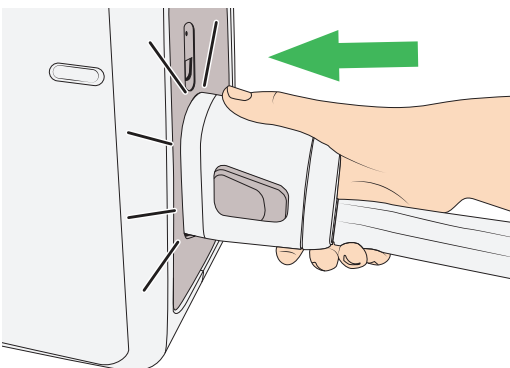

図 36
3. チューブセットを Auralis ポンプに接続します。チューブセットが所定の位置にぴったり収まったことを確認します。図 36 を参照してください。